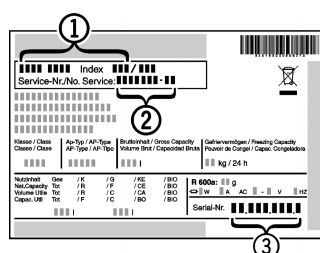

Fig. 9
► Denominación del aparato Fig. 9 (1), nº del servicio técnico Fig. 9 (2) y nº de serie Fig. 9 (3) en la placa de identificación. La placa de identificación se encuentra en la parte interior izquierda del aparato.
► Informe al servicio postventa e indique el fallo, la denominación del aparato Fig. 9 (1), el nº del servicio técnico Fig. 9 (2) y el nº de serie Fig. 9 (3).